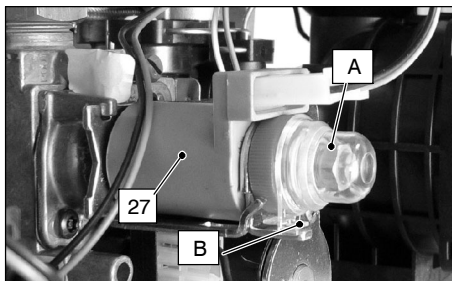

fig. 7.2
- 7 Rimuovere il tappino di protezione "A" dell'operatore modulante 27 in fig. 7.2 ruotandolo in senso orario per liberlo dal fermo "B" e facen-
- 13 Rimontare il tappino di protezione "A" fig. 7.2